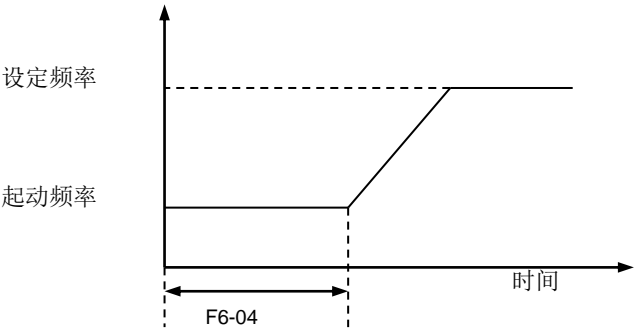

图 6-19 起动频率持续时间
- 起动频率持续时间，开始起动时以起动频率运转的持续时间。如果设定频率比起动频率低，变频器将不运行，处于待机状态。起动频率持续时间到达后，按设定的加速时间上升到设定频率运行。如图 6-19 所示。